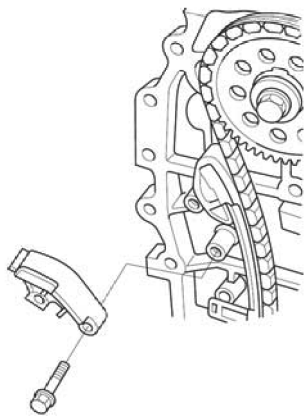

图 11-21 拆下张紧器滑块
- 16) 拆下凸轮链条张紧器滑块，如图 11-21 所示。